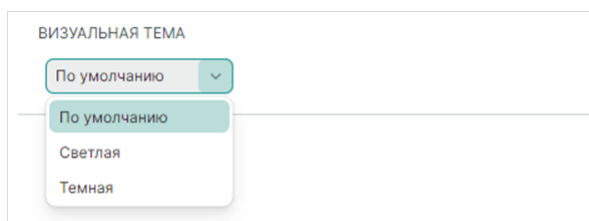

Рис. 52 Выбор визуальной темы
1. Выберите предпочтительное оформление из выпадающего списка в поле «Визуальная тема», см. Рис. 52;